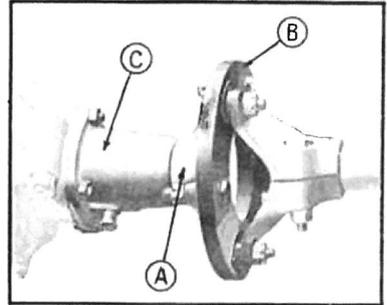

Fig. 172. — Accouplement de l'arbre de cardan avec le pont AR.
- 8—Faire le clavetage du plateau, puis fixer celui-ci sur le pignon d'attaque en bloquant son écrou ; goupiller cet écrou (*fig. 172*).